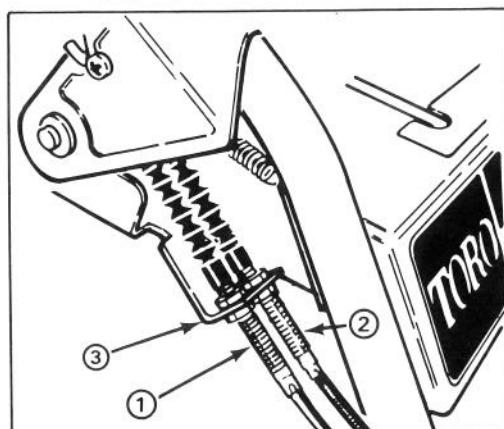

Figure 21
### RÉGLAGE DE LA COURROIE D'ENTRAÎNEMENT DE TARIÈRE/ROUE HÉLICE (fig. 21 et 22)
3. Desserrez le contre-écrou supérieur fixant le câble de la tarière/roue hélice au support de fixation (fig. 21).
### RÉGLAGE DE LA COURROIE D'ENTRAÎNEMENT DE TRACTION (fig. 21)
- Desserrez les contre-écrous qui tiennent le câble de commande (correspondant à la courroie à remplacer) au support (fig. 21). Le câble